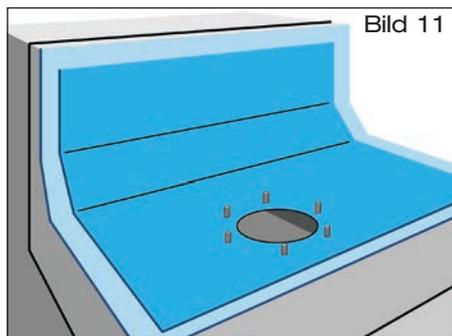

Bild 11
- 2.3 **Anschlussbahn** bauseits aus vorhandener Bitumen-Dachdichtungsbahn, Größe: 700 mm x 1000 mm, zuschneiden (Bild 11). Mit Locheisen Löcher  $\varnothing = 14$  mm für die Durchführung der Gewindebolzen in der Anschlussbahn vorsehen. Der Losflansch kann als Schablone genutzt werden. Anschlussbahn im Schweißverfahren mit bereits verlegter erster Lage der Dachdichtungsbahn verbinden.